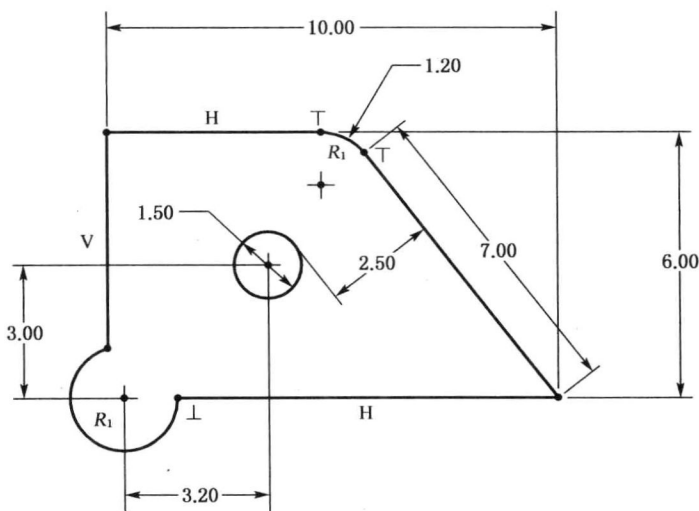
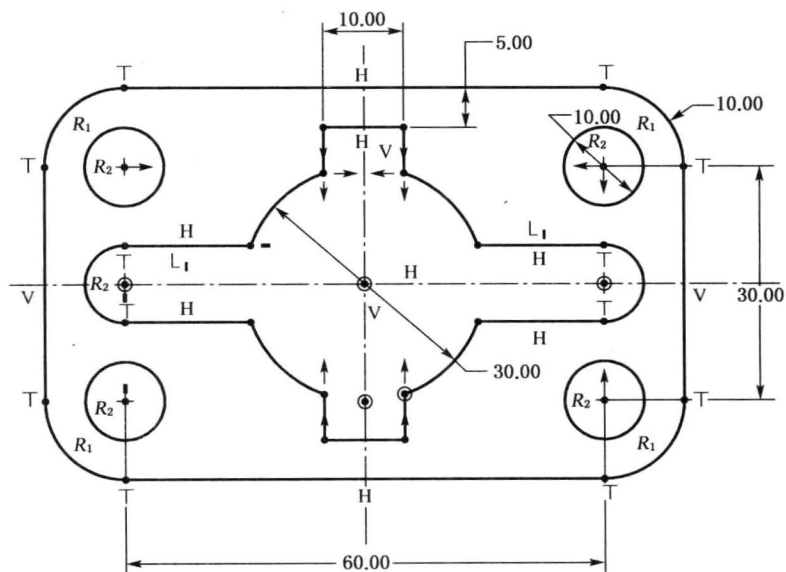

图 2.1 参数化草图绘制(1)
图 2.12 参数化草图绘制(12)
2. 应用二维参数化草图的绘制与尺寸标注的方法和技巧分别完成图 2.1~图 2.12 参数化草图的绘制;并分别以“ep2-1. prt”~“ep2-12. prt”的名称保存在自己的工作目录下,以备后续课程的上机实验调用。